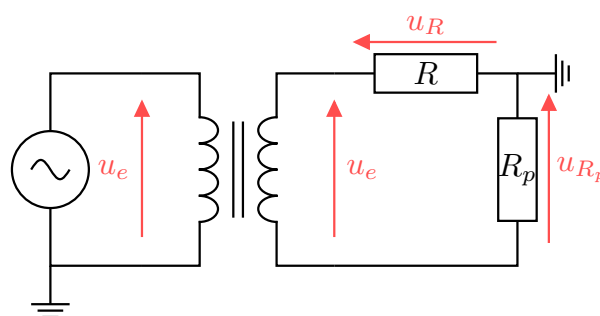

FIGURE 5.3
- 6 Faire de même avec le circuit de la Figure 5.3. Conclure.